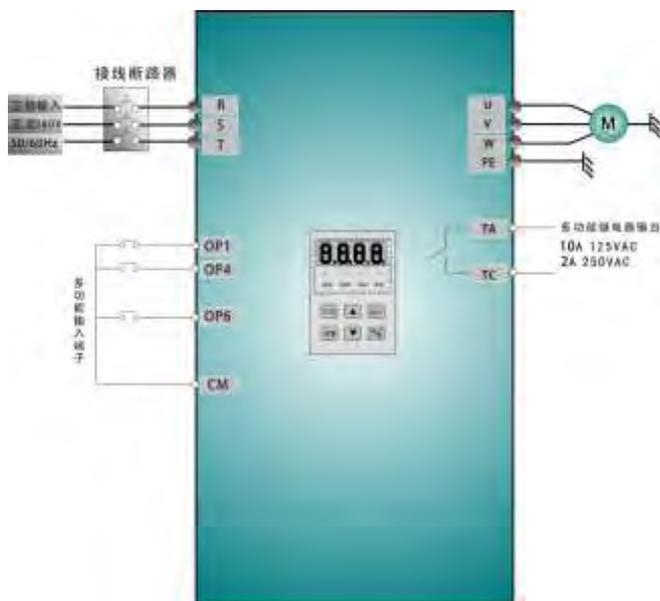

图 4-2 接线图 2
- (1) 按图 4-2 配线，检查接线正确后，合上空气开关，变频器上电；
- (2) 按方式键，进入编程菜单。
- (3) 设置变频器的功能参数；
- ① 进入 F203 参数，设置为 0，选择频率设定方式为数字给定记忆；
- ② 进入 F113 参数，设置目标频率为 50.00Hz；
- ③ 进入 F208 参数，设置为 1，选择二线控制模式 1（注意：F208 不等于 0 时，F200，F201，F202，不再有效）
- (4) 闭合 OP4 开关，变频器开始反向运行；
- (5) 在运行中，可按下▲和▼键，修改变频器当前频率；
- (6) 在运行中，断开 OP4 开关，再闭合 OP6 开关，电机运行方向改变；（注意：请用户根据负载情况设置正反转死区时间F120，如过短可能会出现变频器OC保护）
- (7) 断开 OP4 开关和 OP6 开关，电机减速，直到停止运行。
- (8) 断开空气开关，变频器断电。